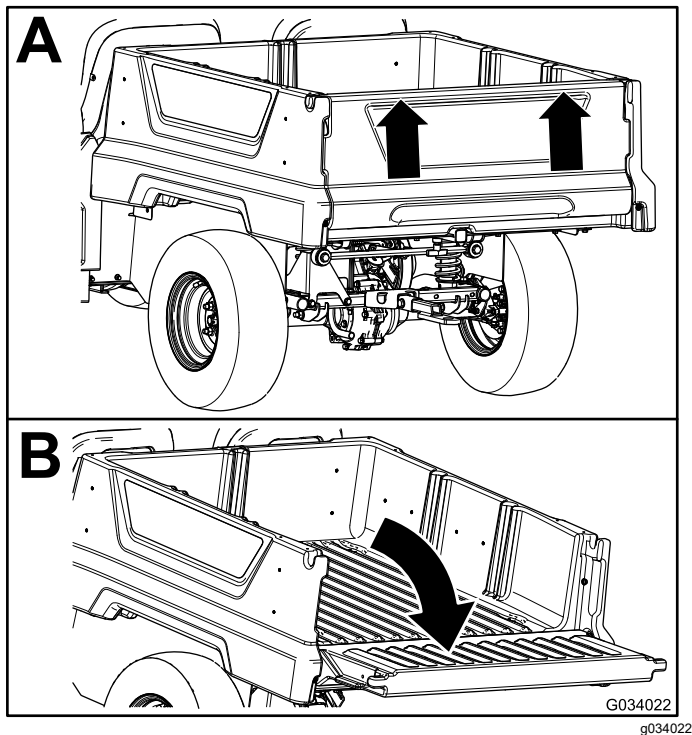

Figura 21
2. Eleve el portón trasero con las dos manos mediante el reborde cerca de la parte superior del portón trasero (Figura 21).
3. Baje el portón hasta que quede nivelado con la parte inferior de la plataforma de carga (Figura 21).